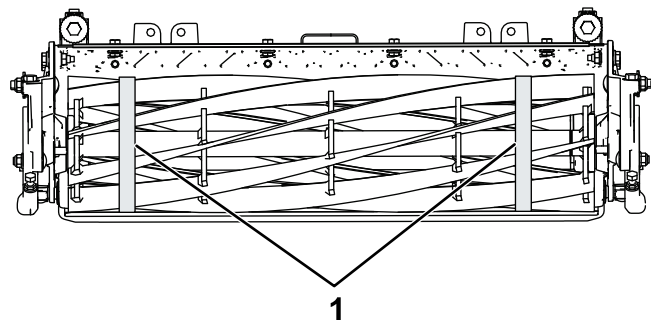

Figura 35
3. Utilizando uma fita de medição do diâmetro, meça o diâmetro externo do cilindro em ambas as extremidades (Figura 35); a diferença no diâmetro externo entre as extremidades deve ser inferior a 0,250 mm. Se a diferença for superior, amole para corrigir a diferença.